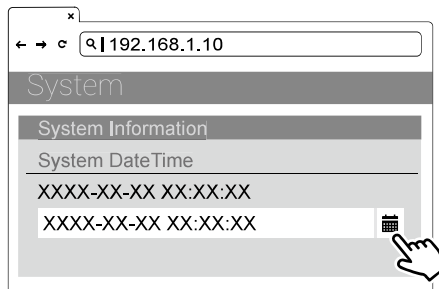

Figura 41. Selectați data/ora
- 4) Selectați butonul calendar din dreapta pentru a seta data și ora curente. A se vedea Figura 41.